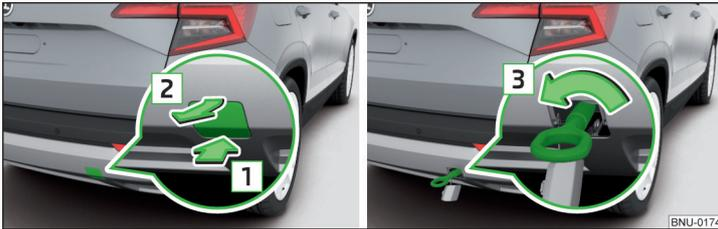

Abb. 320 Abdeckkappe abnehmen / Abschleppöse einbauen
- Zum **Abnehmen** auf die Abdeckkappe in Pfeilrichtung **1** drücken und diese in Pfeilrichtung **2** abnehmen » Abb. 320.
- Zum **Einbauen** die Abschleppöse von Hand in Pfeilrichtung **3** » Abb. 320 bis zum Anschlag einschrauben » !.